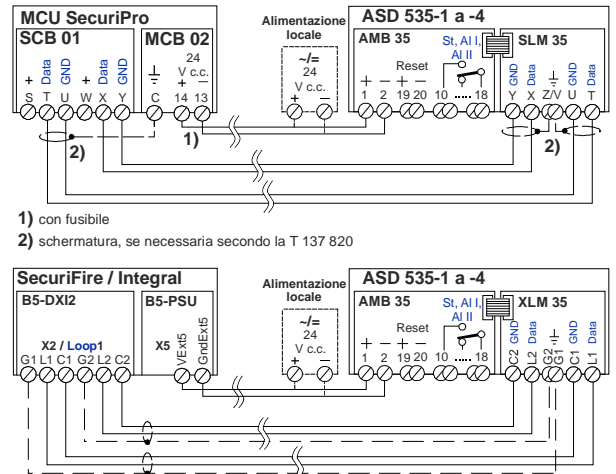

Fig. 26 Cablaggio dallo XLM 35 / SLM 35
- Il cablaggio o la conduzione delle linee tra **SLM 35** e la CI SecuriPro, SecuriFire ossia Integral conformemente alla **Fig. 26** vanno salvaguardati (X su X, Y su Y ossia X su L1, Y su C1, ecc.).
- Il cablaggio o la conduzione delle linee tra **XLM 35** e la CI SecuriFire ossia Integral conformemente alla **Fig. 26** vanno salvaguardati (L1 su L1, C1 su C1, ecc.).